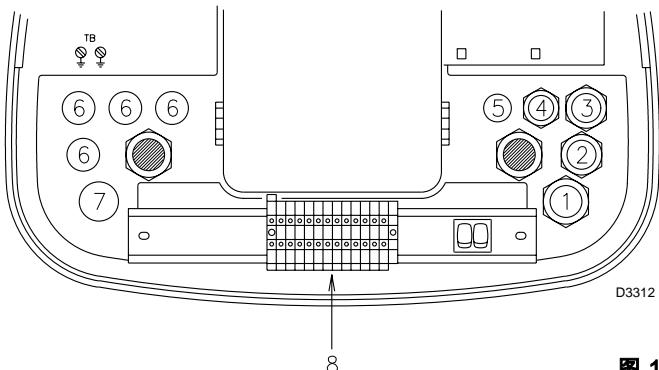

图 16
6.1.1 电气连接 (图 16)
所有连接到燃烧器插座 8)(图 16) 的电缆必须穿过导缆孔。